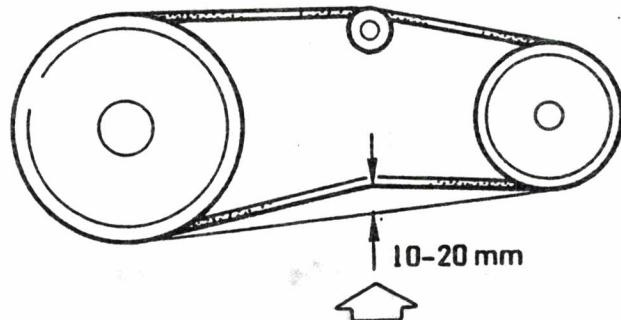

Bild 12 Keilriemenspannung, Drucklufterzeuger (VerbrMot)
Sie ist in Ordnung, wenn sich der Keilriemen in der Mitte zwischen den beiden Keilriemenscheiben 10 ... 20 mm durchdrücken lässt (Bild 12). Trifft dies nicht zu, den Keilriemen, wie unter 3.2.1.3 beschrieben, nachspannen.
- Befestigungsschraube (16/2) der Keilriemen-Spannrolle (16/1) mit Maulschlüssel SW 22 lösen, Spannrolle verschieben, bis Keilriemenspannung der Angabe in Bild 12 entspricht, Befestigungsschraube wieder festschrauben.